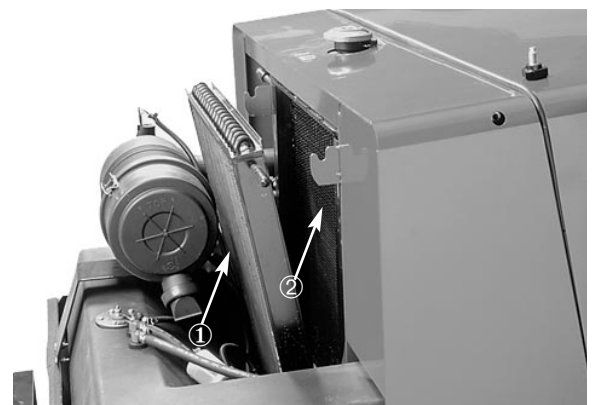

Fig. 31
- b. Togliere le manopole che fissano la griglia posteriore al telaio, e rimuovere il telaio (Fig. 31).